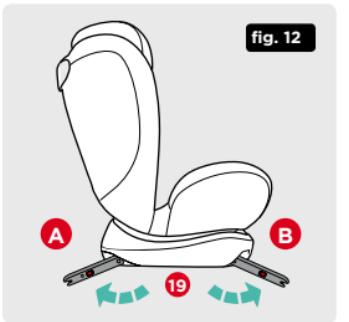

fig. 12
5. Certifique-se que aos braços do sistema Isoclick Fix son prontos para uma instalação da cadeira no sentido inverso da marcha (grupo 0) (fig. 12)
- Certifique-se que aos braços do sistema Isoclick Fix estão prontos para uma instalação da cadeira no sentido da marcha (grupo 1/2/3) (fig.12).
4. Certifique-se que aos braços do sistema Isoclick Fix estão prontos para uma instalação da cadeira no sentido da marcha (grupo 1/2/3) (fig.12).